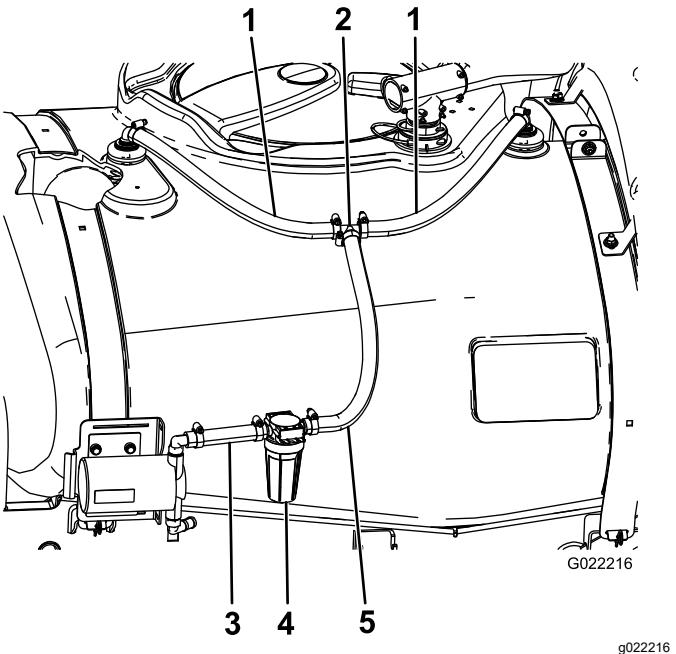

Figura 10
- Utilizzando 2 fascette stringitubo fissate i flessibili da 48 cm ai raccordi portagomma degli ugelli di lavaggio montati in precedenza (Figura 10).
2. Fissate le estremità libere dei flessibili al raccordo a T con 2 fascette stringitubo (Figura 10).
1. Con una fascetta stringitubo fissate l'estremità lunga del flessibile lavaggio-filtro al raccordo a T (Figura 10).
2. Con una fascetta stringitubo fissate l'altra estremità del flessibile lavaggio-filtro al raccordo portagomma superiore sulla pompa di lavaggio (Figura 10).